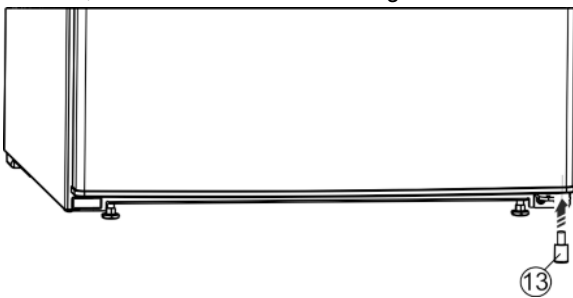

Fig. 9
- ▶ Das Distanzteil *Fig. 9 (13)* wieder rechts unten in die Tür einsetzen, weil es wichtig für die Standfestigkeit des Geräts ist.